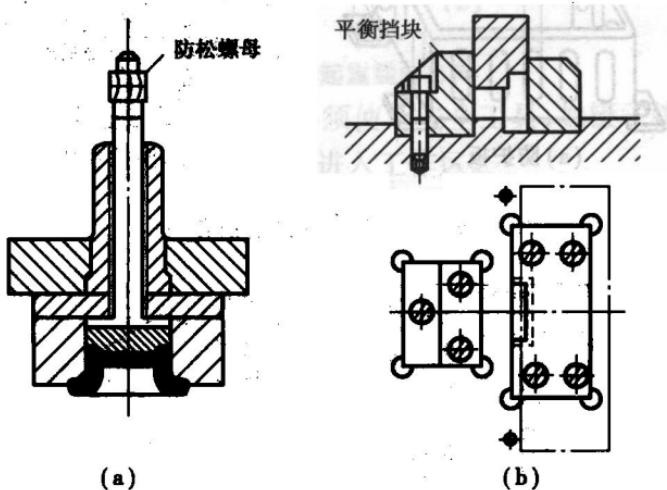

图 1.4
(7)为了避免使用过程中,顶件器损坏而下落造成事故,必要的部位应设置防松装置,如图 1.4(a)所示。
(8)单面冲裁时,应尽量将凸模的突起部分和平衡挡块安排在模具的后面,如图 1.4(b)所示。